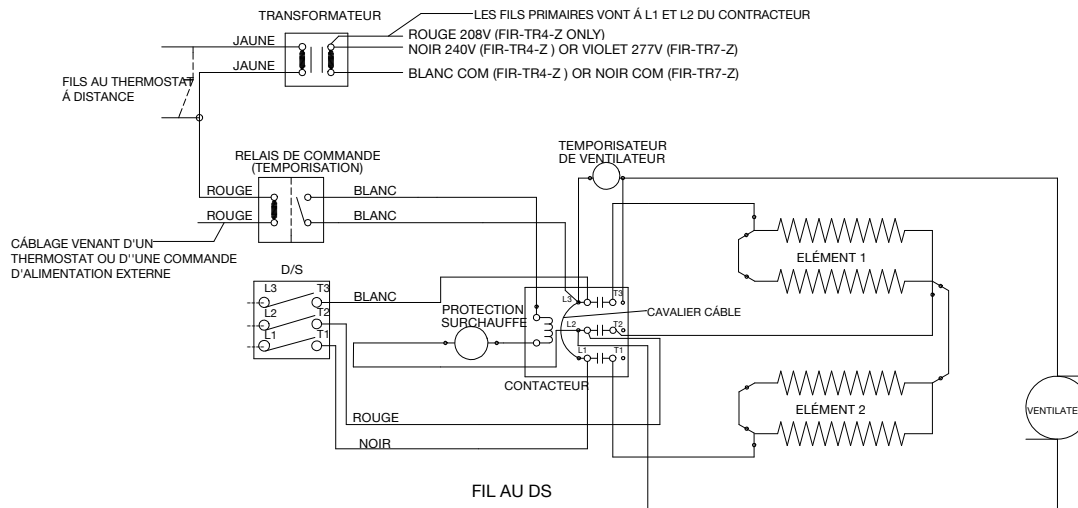

Figure 10
2. Pour câbler le transformateur et le relais, voir le schéma de câblage, figure 10, et effectuer ce qui suit :
3. Pour câbler le transformateur, le relais et le thermostat, consultez le schéma de câblage, figure 10, et procédez comme suit :